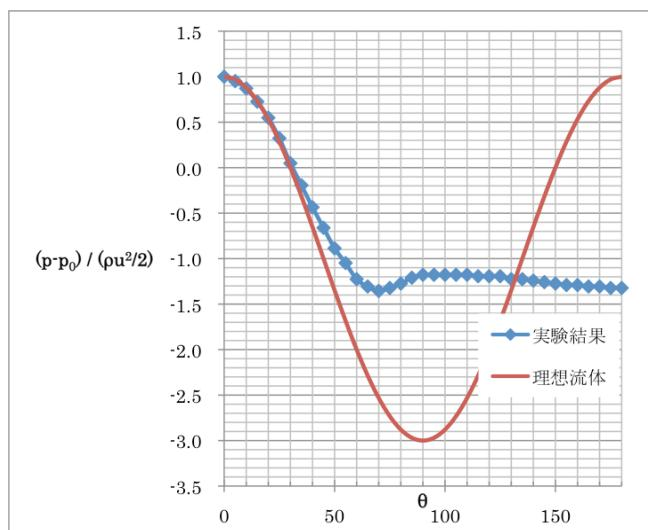

図5 円柱まわりの無次元圧力分布
- (2) 実験 2 : 計測値を表 2 のように整理せよ. また, 実験で求めた C_p と理想流体の場合 (式 3) を比較して, 図 5 のような作図をし, この違いについて考察せよ (はく離に関して述べよ). 同時に円グラフでも圧力分布の作図をせよ.